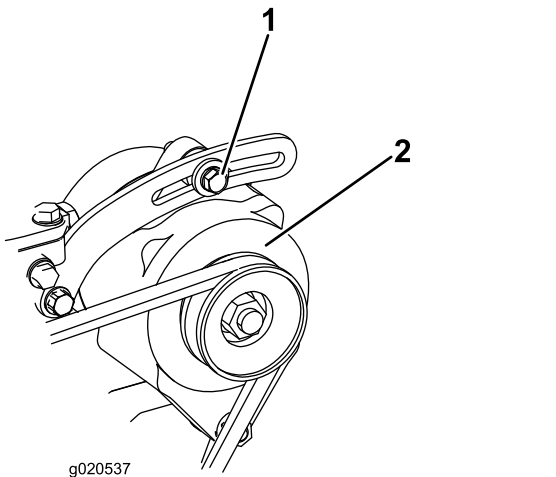

Figura 141
1. Dacă deformarea nu este de 10 mm, slăbiți uruburile de montare a alternatorului (Figura 141).